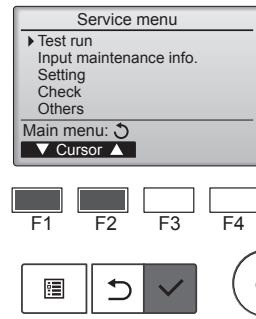

Fig. 7-1
- ① Service (Servis) menüsünden "Test run" (Test çalışma) öğesini seçin ve [SEÇİM] düğmesine basın. (Fig. 7-1)